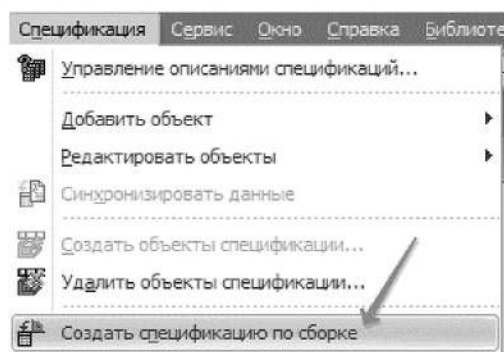

Рисунок 4.42. Выбор команды создания спецификации
3.1.2 Откройте меню **Спецификация** и вызовите команду **Создать спецификацию по сборке** (рисунок 4.42).